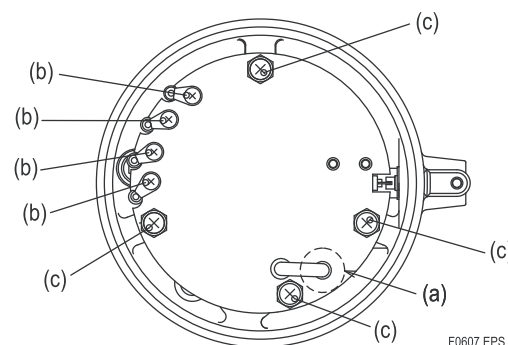

Рисунок 6.7 Датчик давления и установочные винты усилителя
- (4) Закрепите четыре установочных винта для фиксации усилителя (смотрите Рисунок 6.7).
- (5) Подсоедините четыре провода в порядке желтый (АСТ+), белый (АСТ-), красный (IN+) и черный (IN-).
- (6) Плотно вставьте кремниевую трубку в датчик давления усилителя.